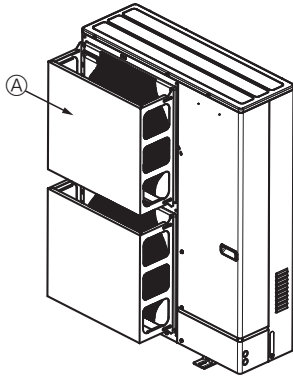

Fig. 2-4
- ② Τοποθετήστε έναν προαιρετικό οδηγό προστασίας από τον αέρα, στην περίπτωση που η μονάδα είναι εγκατεστημένη σε σημείο όπου οι ισχυροί άνεμοι από κάποιον τυφώνα κ.λπ. ενδέχεται να εισέλθουν απευθείας στην έξοδο αέρα. (Fig. 2-4)